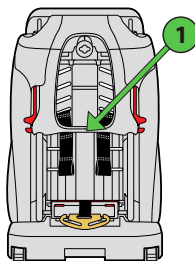

Figure 98
Acheminez les Sangles du Harnais sous la couverture du dossier du siège (1), tel qu'illustré dans la **Figure 98**.